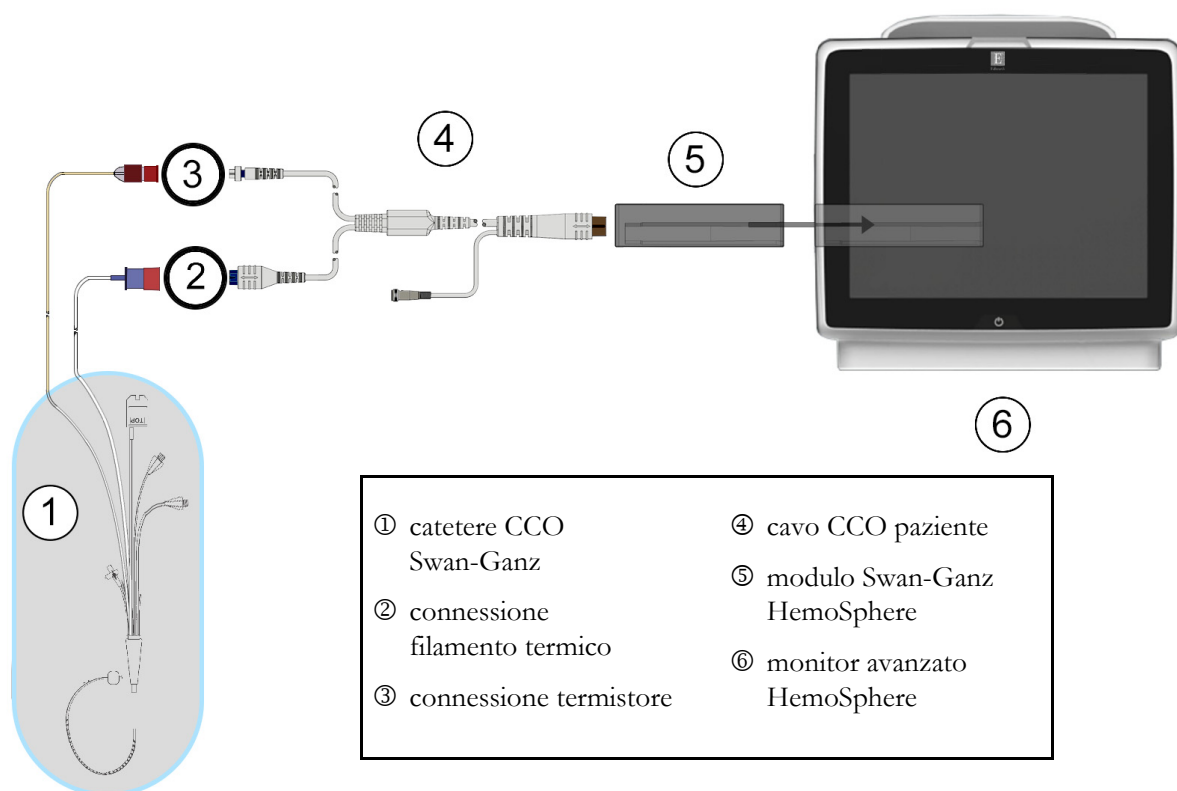

Figura 9-3 Panoramica della connessione CO
- 2 Collegare l'estremità con il catetere del cavo del paziente al termistore e ai connettori del filamento termico sul catetere CCO Swan-Ganz. Queste connessioni sono indicate con le lettere ② e ③ nella figura 9-3 a pagina 124.